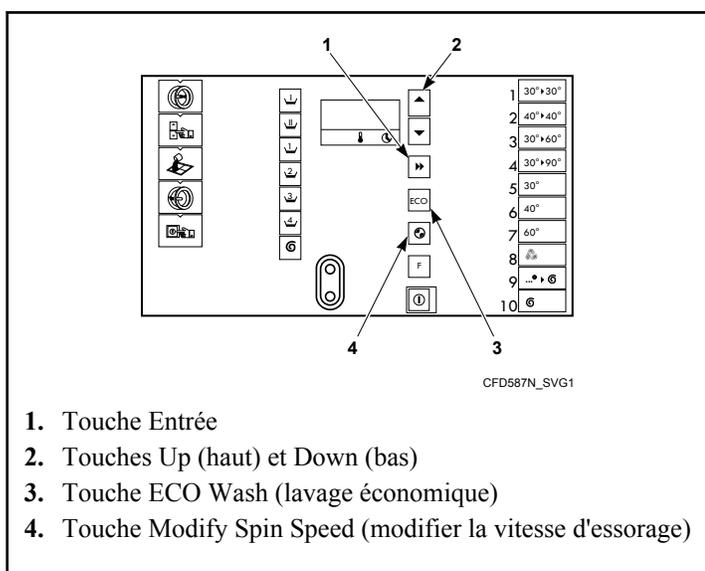

Figure 15
1. Appuyer sur la touche Modify Spin Speed (modifier la vitesse d'essorage). Se reporter à la Figure 15 . La plus haute vitesse d'essorage du cycle (en t/min) est affichée à l'écran et clignote.
2. Appuyer sur les touches UP (haut) et DOWN (bas) pour changer la valeur de la vitesse d'essorage. Se reporter à la Figure 15 .
3. Appuyer sur la touche Enter (entrée) pour confirmer le changement de la vitesse d'essorage. Se reporter à la Figure 15 .
1. Appuyer sur la touche ECO Wash (lavage économique). Se reporter à la Figure 15 . Le témoin lumineux ECO Wash (lavage économique) s'affiche à l'écran.